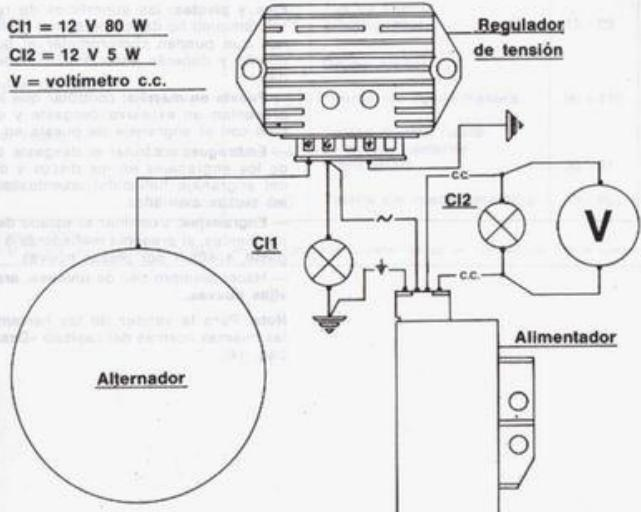

Fig. 89.—Alimentador
**Control de funcionamiento en el banco** (Fig. 89): Realizar un esquema como se representa en la figura, hacer girar el motor y controlar que la tensión corresponda a los valores indicados más abajo: